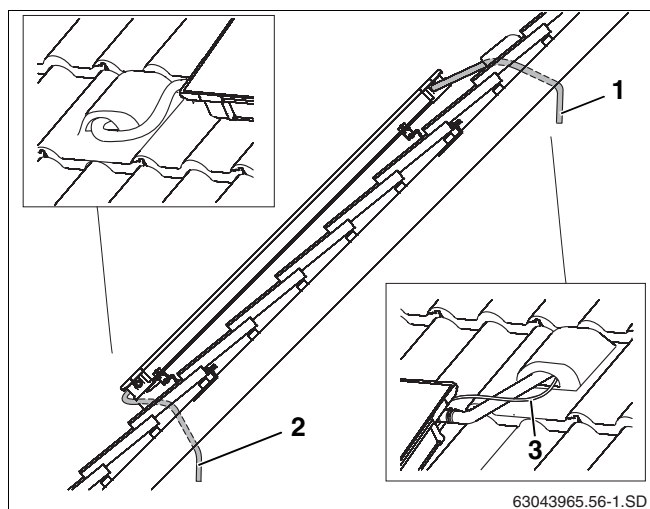

Fig. 55 Passar os cabos de ligação por baixo do telhado
- ▶ Passar a mangueira juntamente com o cabo do sensor pela câmara de purga (fig. 55, **item 1**) e pelo isolamento do telhado.